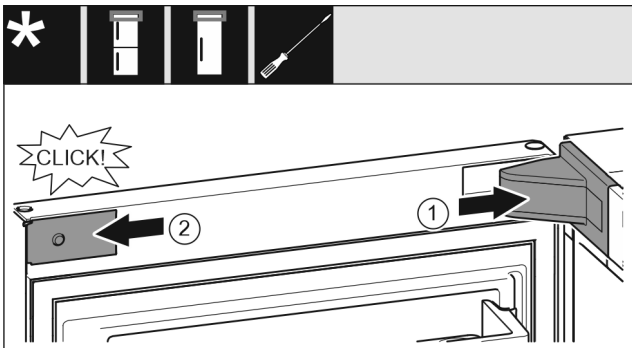

Fig. 22
- ▶ Крышку опорного кронштейна установите и зафиксируйте, при необходимости осторожно разожмите. *Fig. 22 (1)*
- ▶ Установите накладку сбоку и зафиксируйте. *Fig. 22 (2)*